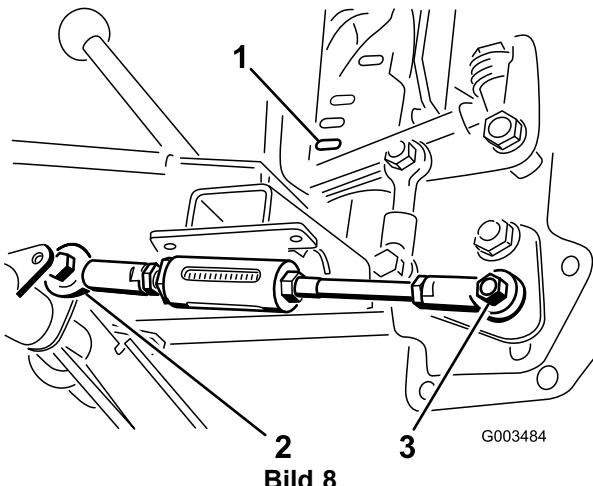

Bild 8
- Bewegen Sie den Hubhebel, bis das Loch im Kugelgelenk mit dem Loch an der rechten Seite des verstellbaren Stangenhebels am Schwenkrohr ausgefluchtet ist, und befestigen Sie die Stange mit einer Schraube (1/2" x 1-1/2") und einer Sicherungsmutter (1/2") am Hebel, wie in Bild 8 dargestellt.